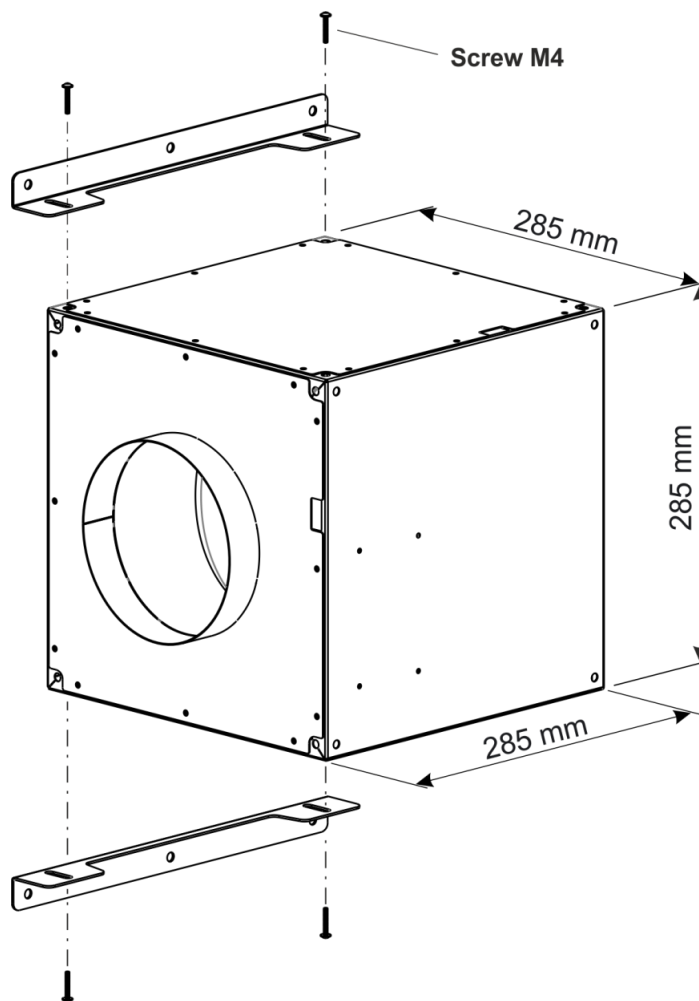

Fig. 3
6.7 Accrochez le boîtier du ventilateur sur les vis aux points de fixation des supports (Fig. 3).